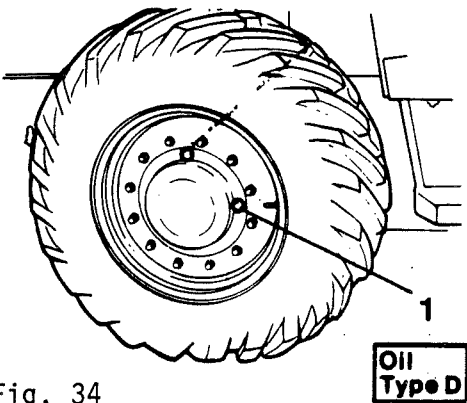

Fig. 34
- 4 Spostare il rullo in modo che il tappo assuma la posizione riempimento, vedere fig. 34.